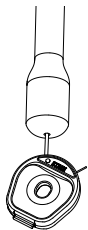
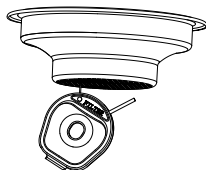

Fig. 9: limpia el tubo de vapor (6) con una varilla más gruesa
Fig. 10: limpia los filtros (13 y 14) con una varilla más fina
La varilla de limpieza (17) se utiliza para limpiar las boquillas de vapor y los filtros. La varilla más gruesa sirve para limpiar el tubo de vapor (fig. 9) y la más fina para los filtros (fig. 10).